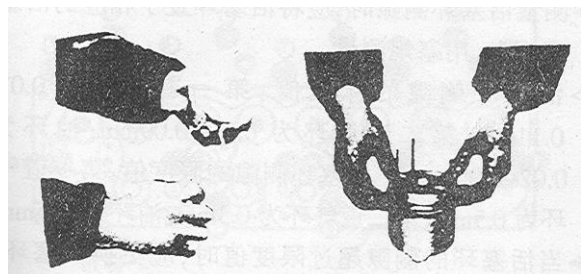

Рисунок 90-1(90-2)
- Лучше всего снимать кольца специальным устройством–расширителем колец–как показано на левом сюжете рис.90-1.